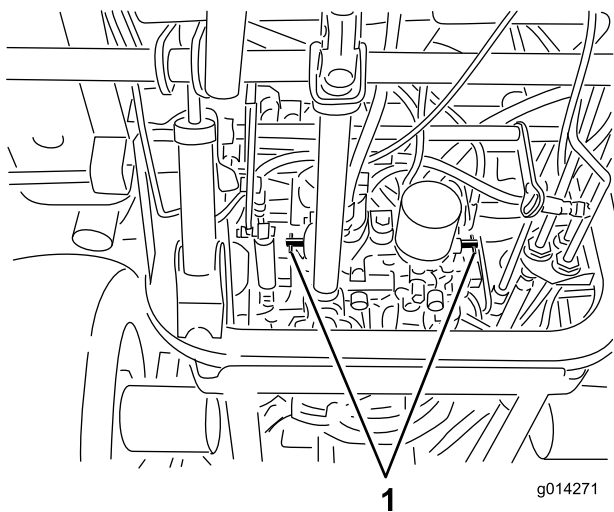

Figura 26
3. Gire las válvulas de desvío una vuelta en el sentido contrario a las agujas del reloj (Figura 26).
1. Gire cada válvula de desvío una vuelta en sentido horario y apriételas a mano (Figura 26).
2. Apriete las válvulas a 8 N·m aproximadamente, según se muestra en Figura 26.